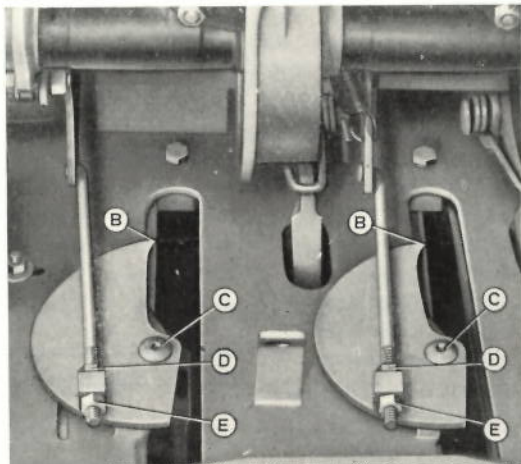

Fig. 30
- 2) que la pointe de la came (B, fig. 30) corresponde à la fente de la chambre de compression.
Le contrôle doit être fait en portant à la main les aiguilles dans leur position la plus haute et, si le réglage est nécessaire, il se fera au moyen des vis (C, fig. 30) et des écrous du tirant (D-E, fig. 30).